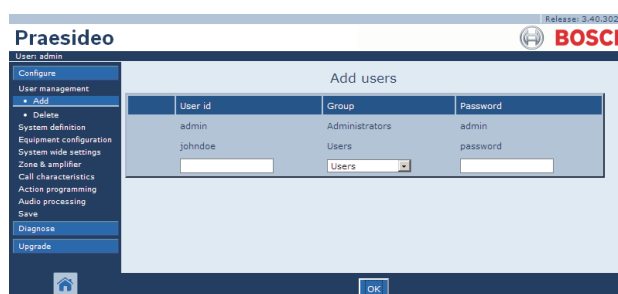

figura 42.4: Adicionar um utilizador, passo 5
- 5 Clique no botão *OK* para activar a nova conta. Aparece um ecrã semelhante ao da figura 42.4 na moldura principal da interface da Web.